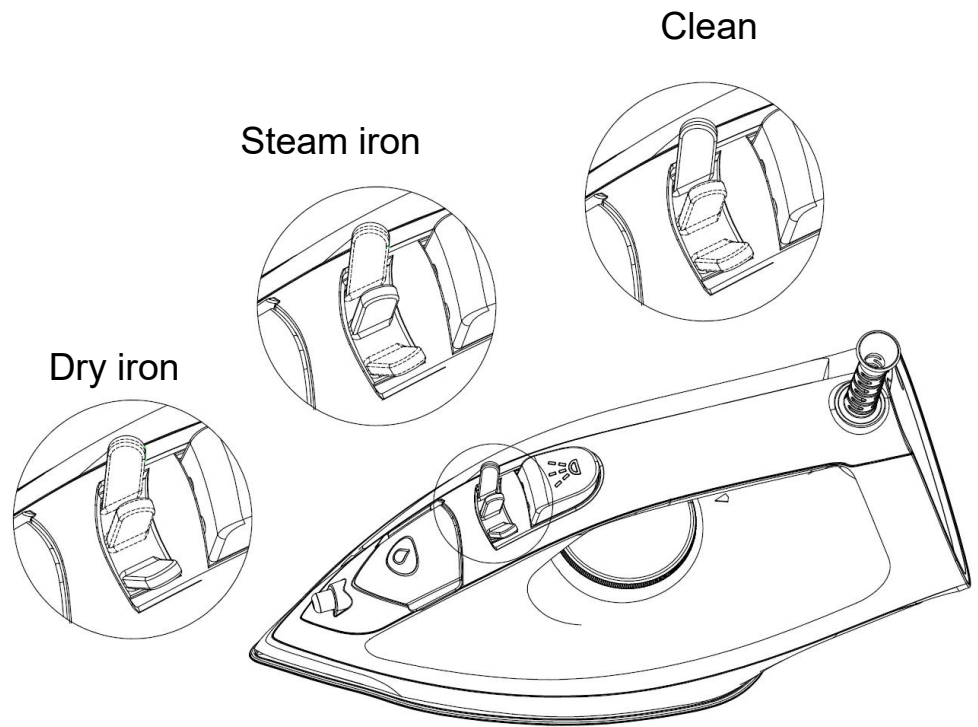

Fig.5
48. Seleccione la función deseada con la perilla de vapor según sus necesidades (ver Fig. 5). Gire la perilla de vapor a la posición “Plancha a vapor”, la plancha seguirá liberando vapor. Si necesita activar el modo de planchado en seco, gire la perilla de vapor a la posición “Plancha en seco”.